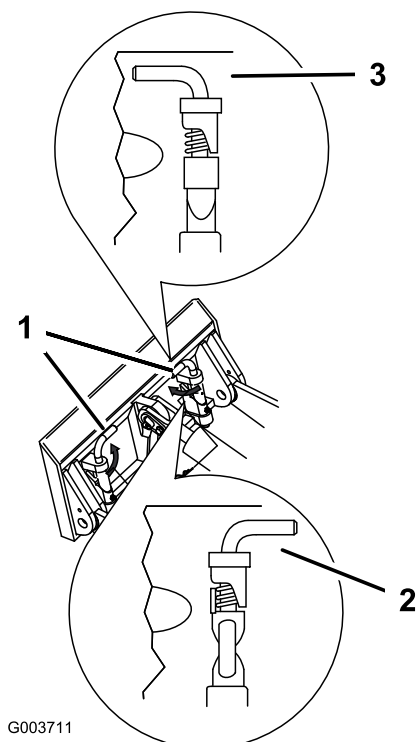

図 22
7. クイック取り付けピンを取り付けプレートにはめ込み、確実にはまっていることを確認する（図 22）。